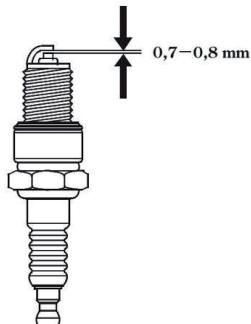

рис.8
6.2 Свеча зажигания (см. рис.8)
- рекомендуется проверить величину межэлектродного зазора, который должен составлять 0,7-0,8 мм. При существенном отклонении величины зазора от указанной, необходимо его отрегулировать (восстановить) или заменить свечу (см. рис.8);